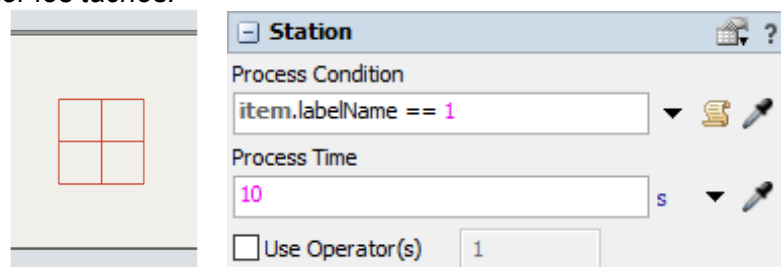

Fig. 23. Poste de traitement et ses paramètres
6. **Set Conveyor Speed – permet de modifier la vitesse du convoyeur (fig. 23).**
Station est une variante du point de décision qui permet de traiter les éléments selon des principes identiques à ceux des machines Processor standard (fig. 23). Il est possible de définir la condition nécessaire au démarrage du traitement, le temps de traitement et les opérateurs chargés d’exécuter les tâches.